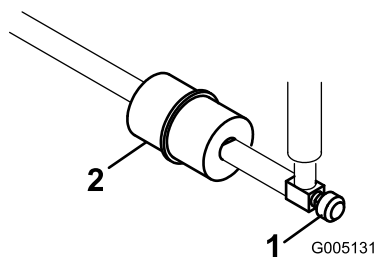

Figura 44
Existe um filtro no interior da tubagem de combustível, situado entre o depósito de combustível e o carburador (Figura 44).
1. Feche a válvula de bloqueio do combustível, liberte a braçadeira de tubos que se encontra no carburador, na zona do filtro e retire a tubagem de combustível do filtro (Figura 44).
2. Coloque um recipiente de drenagem debaixo do filtro, liberte as restantes braçadeiras de tubos e retire o filtro (Figura 44).